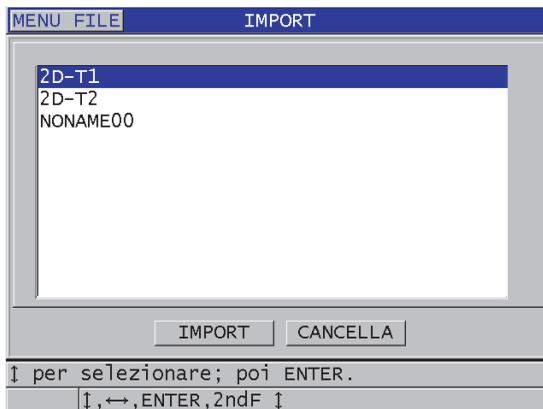

Figura 14-6 Esempio della schermata IMPORT
6. Nella schermata **IMPORT** (vedere Figura 14-6 a pagina 282):